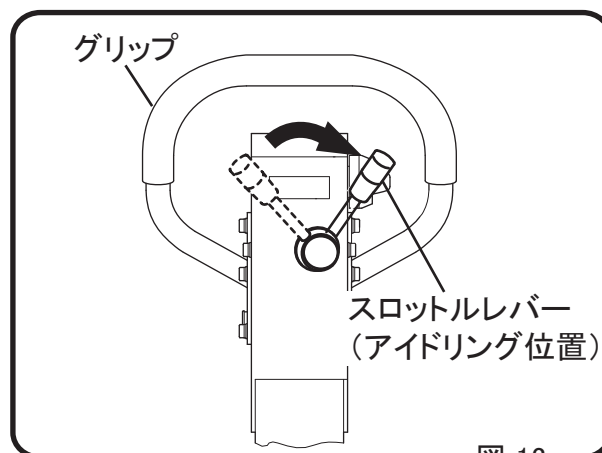

図 13
- 1 スロットルレバーを急激に開きますと、本機は作動を始めます。エンジン回転数が2000rpm前後でクラッチが繋がりますが、回転をゆっくり上げますとクラッチがスリップし(半クラッチ)、焼き付きや動作不良の原因となりますので調速レバーの開閉はためらわずに一気に操作してください。(図13)